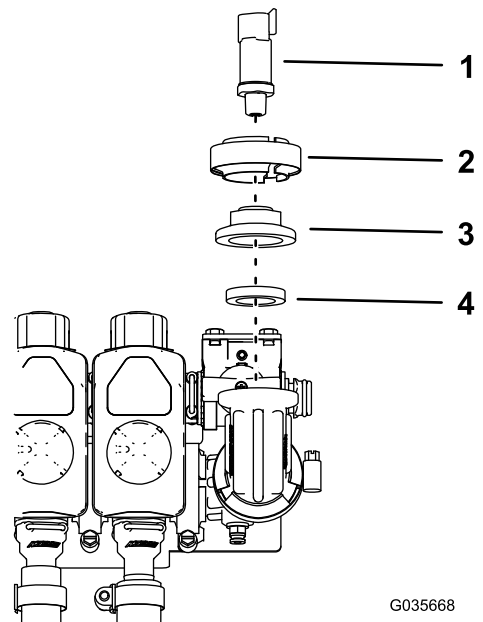

Bild 2
7. Befestigen Sie die Flanschdichtung, das Kappenanschlussstück und den Druckwandler mit der Wandlerklemme, die Sie entfernt haben (Bild 2).